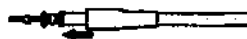

Рис. 14. Фиксация страховочной муфты соединительного сегмента.
8. Надвиньте страховочную муфту насосного сегмента на соединительный шланг, пока она не встанет со щелчком на место (Рис. 14).